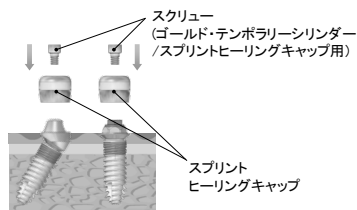

図2
- (1) スプリントヒーリングキャップを滅菌し、滅菌したスクリュー(ゴールド・テンポラリーシリンダー/スプリントヒーリングキャップ用)を用いて口腔内のアバットメントに装着する(締結トルクは $20\text{N}\cdot\text{cm}$ 以下)(図2)。